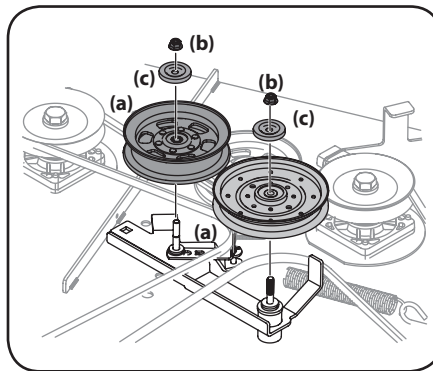

Figure 4-20
3. Pour retirer les deux poulies de tension (a), enlevez les écrous autobloquants à bride (b) et les capuchons (c) qui les fixent au plateau de coupe et au bras de renvoi. Voir Figure 4-20. Veillez à ne pas perdre de pièce lorsque vous retirez les écrous autobloquants à bride (b).